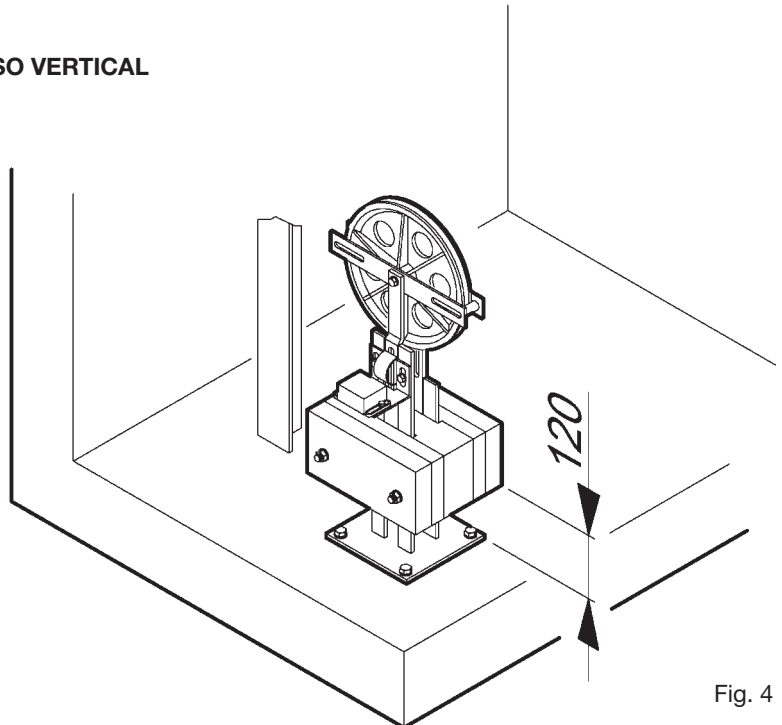

Fig. 4
- Subir el estribo de guía del contrapeso de manera a tener una alineación perfecta entre la polea del limitador y la polea tensora (fig. 4).
- Poner un soporte en el contrapeso hasta que quede una distancia de unos 120 mm del fondo del hueco del ascensor (valor aproximado) (fig. 4).